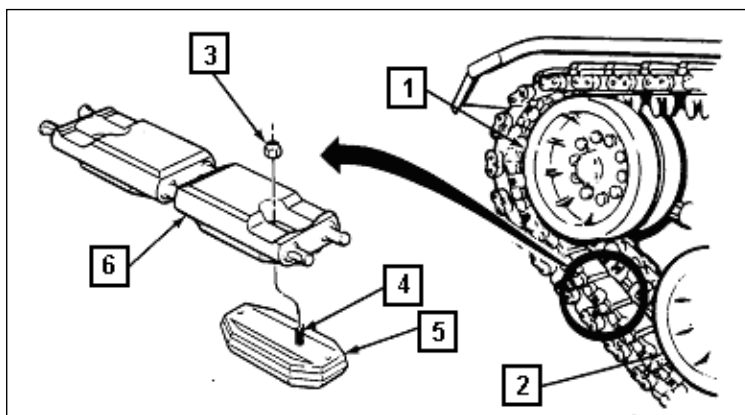

Fig 6-17. Substituição de almofada
a. Remoção (Fig 6-17)
- (1) Posicionar a almofada a ser removida entre a polia tensora (1) e a primeira roda de apoio (2).
- (2) Desatarrachar a porca da almofada (3), usando o soquete 1 1/8 e cabo de força, espiga quadrada de 3/4 em T ou chave catraca. Se necessário, bater de leve no parafuso da almofada (4) com martelo e remover a almofada (5) do patim da lagarta (6). Remover todo o conjunto.
b. Instalação (Fig 6-17) - Quando for substituída uma almofada isolada, a nova almofada deverá ser da mesma espessura das almofadas adjacentes. Isto poder requerer a remoção das almofadas novas e instalação de almofadas usadas de altura equivalente.
(1) Posicionar a almofada (5) no patim (6).
(2) Apertar a porca da almofada (3) no parafuso da almofada (4) com o soquete 1 1/8 e cabo de força, espiga quadrada de 3/4 em T ou chave catraca.
(3) Informar à equipe de manutenção para que aplique o torque correto na porca da almofada.